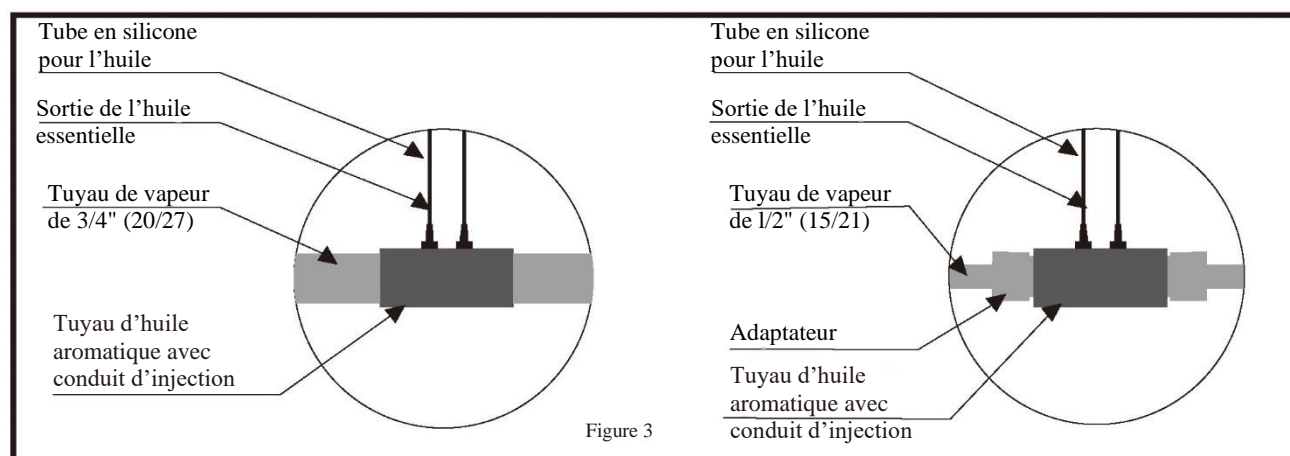

Figure 3
1. Musique Bluetooth activée : Le système est en mode veille, connecté au téléphone Bluetooth, sélectionnez l'interface Bluetooth comme indiqué sur la figure 3, appuyez sur le bouton  pour allumer/éteindre la musique Bluetooth, lorsque le système lit de la musique Bluetooth, l'écran affiche l'icône .